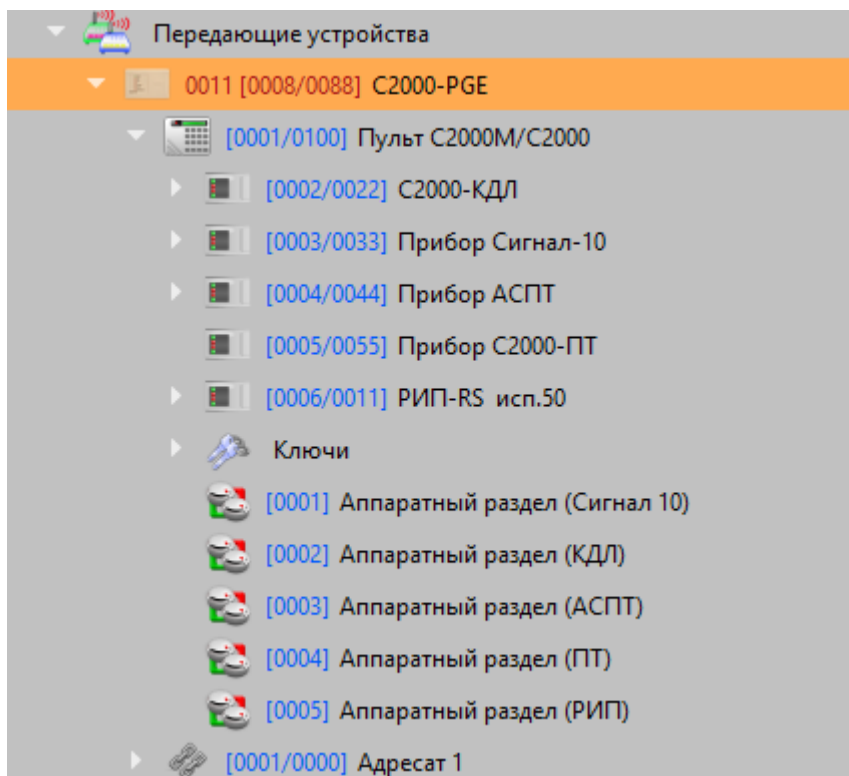

Рисунок 67 С2000-PGE с созданной под ним структурой зон, разделов и приборов
5. Для привязки зон к разделам создайте разделы с нумерацией в соответствии с конфигурацией ПУ С2000М. Привязка зон и реле к аппаратным разделам осуществляется в соответствии с конфигурацией ПУ С2000М в программе Pprog.exe. Разделы создаются как дочерние элементы к пульту С2000М – под одним пультом можно создать до 99 разделов или групп разделов (пример - на Рисунок 67).